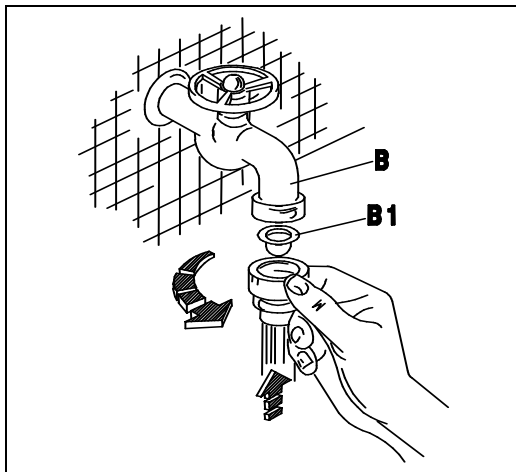
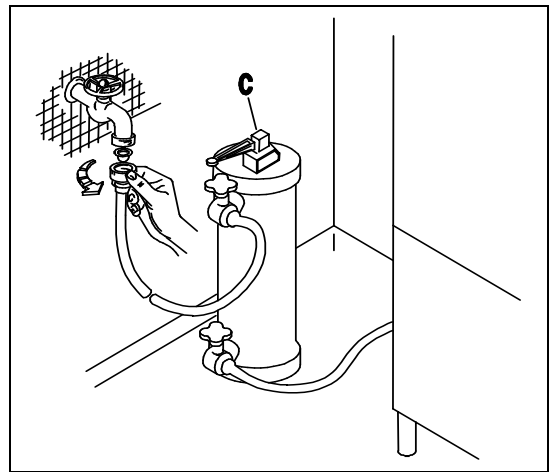
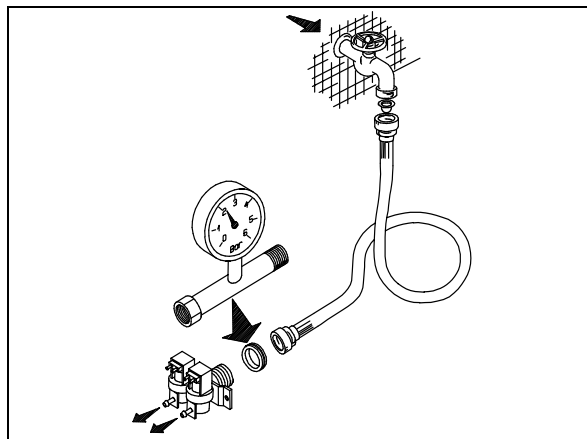
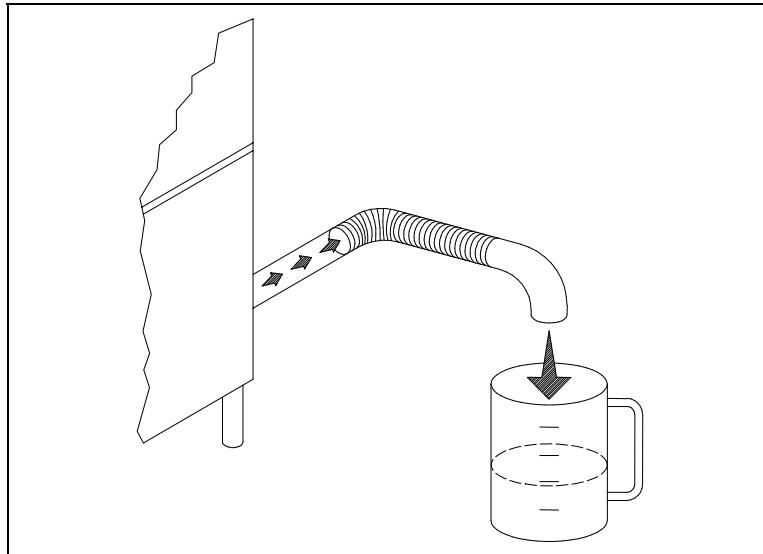

Bild. 2-2
Bild. 2-3
Bild. 2-4
Bild. 2-5
- Das Gerät ist für den Anschluss an Warm oder Kaltwasser (max. 50-55°C) vorgesehen, wobei der Druck bei offenem Ventil (Fließdruck) dem in Tab. 2-1 angegebenen entsprechen sollte. Bei höherem Druck als dem empfohlenen ist ein Druckminderer zu installieren. Bei zu niedrigerem Druck ist eine Druckerhöhungspumpe mit max. 0,5 PS, mit einer Förderleistung von 20l/min und einer Förderhöhe von 15-20m. zu installieren. Die Druckkontrolle muss am Eingang des Elektroventils erfolgen (siehe Bild 2-4). Die Wasserleitung muss einen Innendurchmesser von mindestens 16/18 mm aufweisen (siehe Bild 2-5). Den Zulaufschlauch des Gerätes an einen möglichst nahegelegenen Wasserhahn (B) anschliessen und den vorgesehenen Filter (B1) anbringen (siehe Bild 2-2). Der Einbau eines Wasserenthärter oder -Entsalzers (C) wird empfohlen; dieser gehört nicht zur Ausstattung und muss vor dem Elektroventil der Maschine eingebaut werden. (siehe Bild 2-3).
- **Hinweis:** Sie sind verpflichtet, die Maschine bei Betriebspausen vom Strom- und Wassernetz zu trennen, indem Sie den Netzschalter (Bild 2-1) ausschalten und den Wasserhahn (Bild 2-2) schließen. Die ablaufpumpe schaltet sich automatisch in der Spülphase ein.